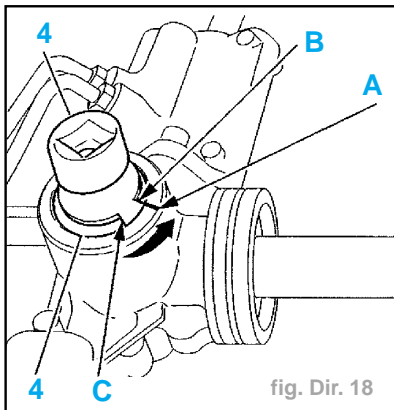

fig. Dir. 18
- Mettre en place l'outil (4) (réf. 720A) (fig. Dir. 18).
- Faire un repère (A) sur le carter de direction, concordant avec l'extrémité (B) du secteur.
- Desserrer la vis (4) jusqu'à faire coïncider l'extrémité (C) du secteur avec le repère (A).
- Si, après ce premier réglage, le jeu (J) est incorrect :
- serrer ou desserrer de quelques degrés la vis (4) (serrer pour diminuer le jeu, desserrer pour augmenter le jeu),
- contrôler le jeu (J)
- Recommencer cette dernière opération jusqu'à obtenir un jeu (J) compris entre 0,01 et 0,1 mm.